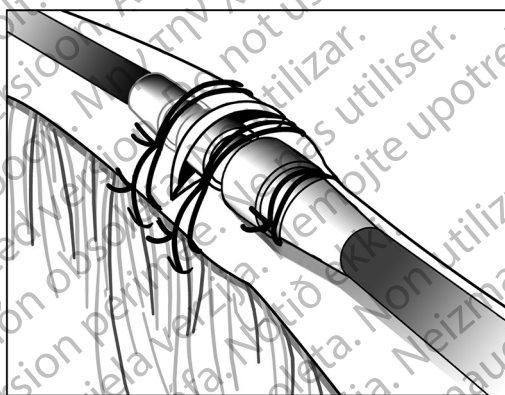

Figura 9. Ejemplo de manguito de sutura, técnica de venotomía
3. Utilice el mismo surco para fijar el cable y la vena a la fascia adyacente (Figura 9 Ejemplo de manguito de sutura, técnica de venotomía en la página 23).